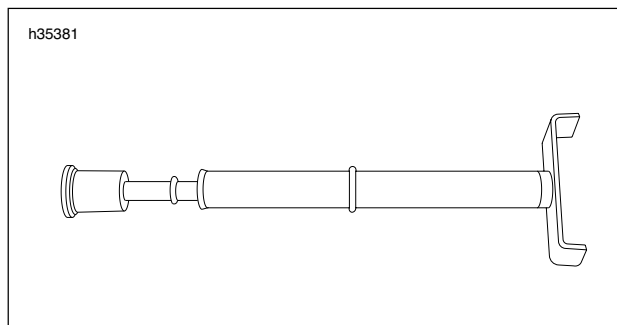

Abbildung 1-33. Zahnriemen-Prüfgerät
1. Siehe Abbildung 1-33. Das ZAHNRIEMEN-PRÜFGERÄT (HD-35381) verwenden.